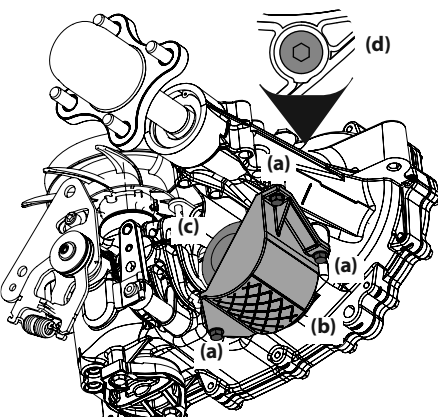

Figure 39
2. Retirez les trois vis (a) et le protecteur du filtre (b). Enlevez les débris autour du filtre (c). Voir Figure 39.
8. Retirez le bouchon (d) sur la transmission pour que l'air se dégage lorsque l'huile est ajoutée. Voir Figure 39.